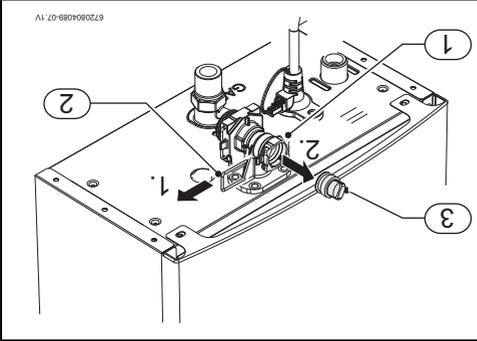

Fig. 10 Vis de vidange
► Ne pas installer l'appareil dans des pièces où la température risque de descendre en dessous de zéro (0 °C). En cas de risque de gel, arrêter et vidanger l'appareil (→ fig. 10).